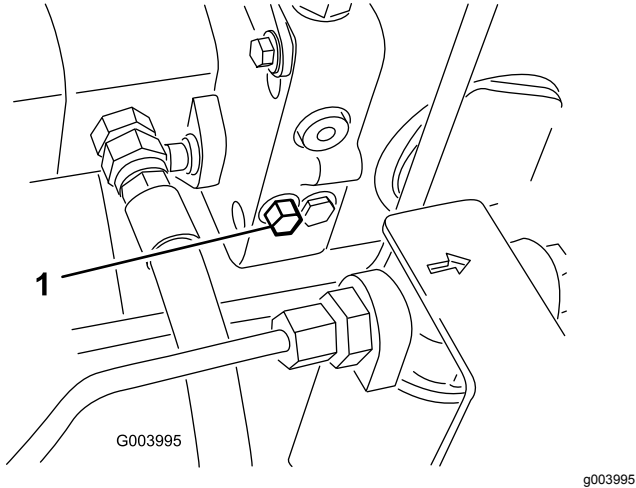

Figura 57
1. La válvula de desvío está situada en el lado izquierdo del hidrostato (Figura 57). Gire el perno una vuelta y media para abrirla y dejar pasar el aceite internamente. Puesto que el fluido se desvía, la máquina puede ser movida lentamente sin dañar la transmisión.